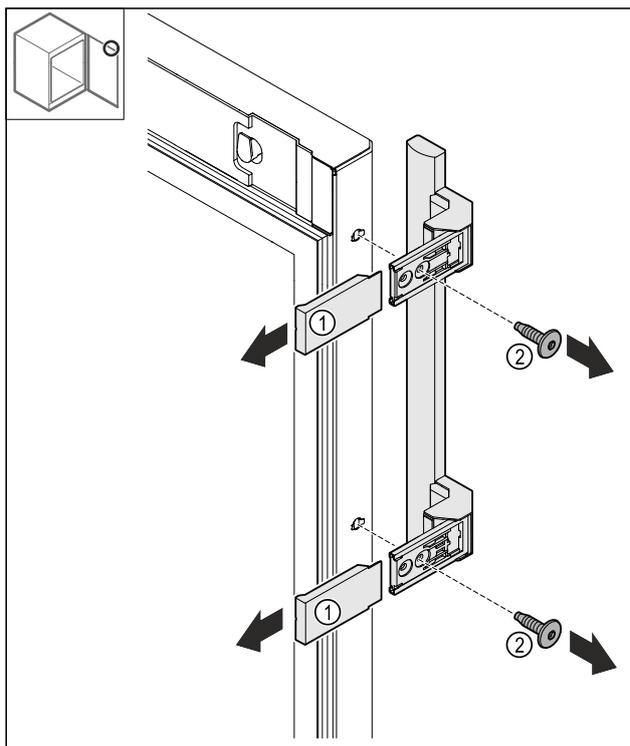

Fig. 25
- ▶ Retirer les caches Fig. 25 (1).
- ▶ Desserrer les vis Fig. 25 (2).